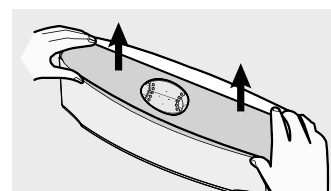

Figura 51
- Retire la tapa del tanque en dirección hacia arriba (figura 51).